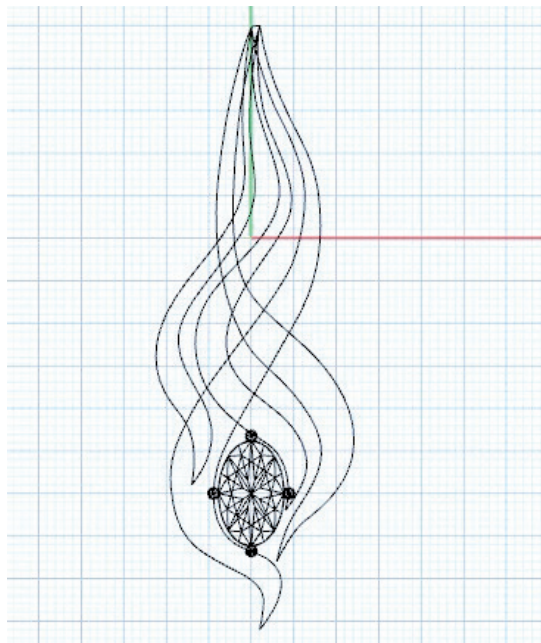

Рис. 85. Построение остальных контуров пера
3. Таким же способом рисуем остальные части пера (рис. 85).